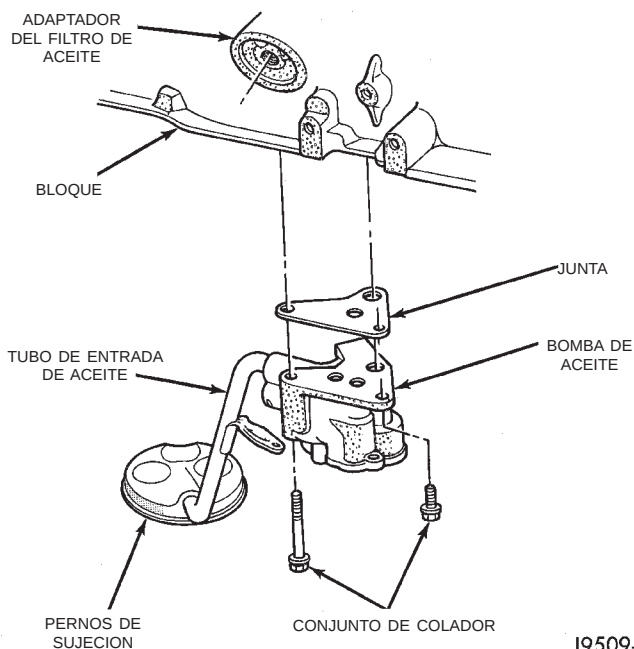

Fig. 62 Conjunto de la bomba de aceite
(1) Drene el aceite del motor.
(2) Retire el colector de aceite.
(3) Retire los pernos de instalación que unen la bomba al bloque de cilindros. Retire el conjunto de la bomba con la junta (Fig. 62).